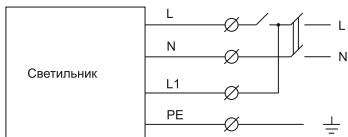

Рисунок 4
4.3.3 Подключение светодиодной панели к сети производить сетевым кабелем, выведенным из корпуса светильника, согласно маркировке проводников (рисунок 4): L – коммутируемая фаза; N – нейтраль; PE – заземление; L1 – некоммутируемая фаза.